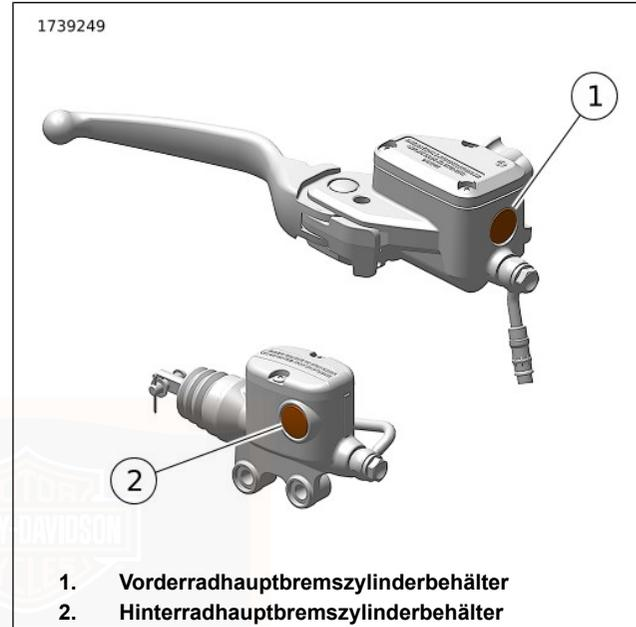

Abbildung 101. Mindestmarkierungen im Schauglas
2. Siehe Abbildung 101. Behälterschauglas prüfen. Der Füllstand muss die Mindestmarkierung auf dem Glas erreichen oder darüber liegen. Wenn der Füllstand unter der Mindestmarkierung liegt oder nicht sichtbar ist, einen Harley-Davidson-Händler aufsuchen.